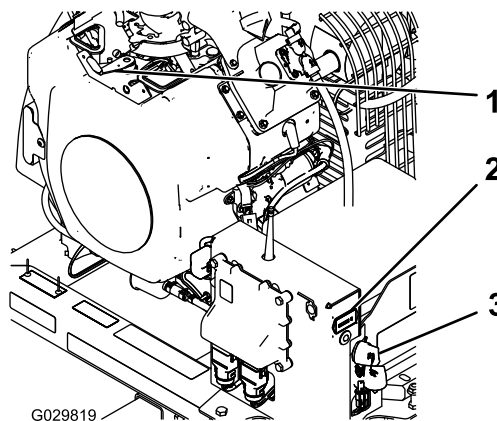

Figure 12
3. Tournez la clé de contact à la position DÉMARRAGE (Figure 12).
- En quittant la machine, tournez la clé en position ARRÊT avant de l'enlever du moteur (Figure 12).